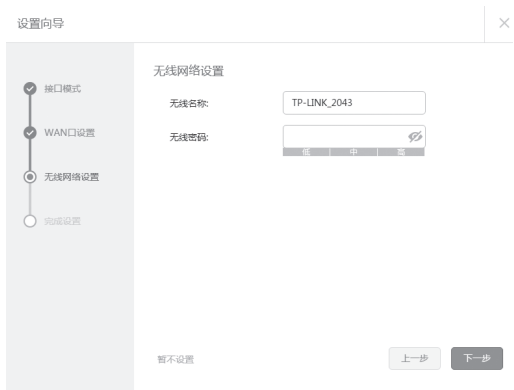

图4-6 无线网络设置
- 6. 设置完成后，单击“下一步”，进行无线设置。如图4-6所示，对无线名称和无线密码进行设置。